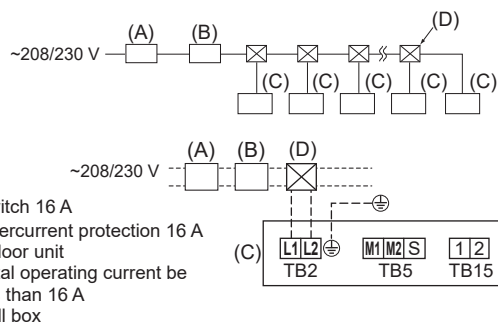

Fig. 6-4
6.2. Power supply wiring (Fig. 6-4)